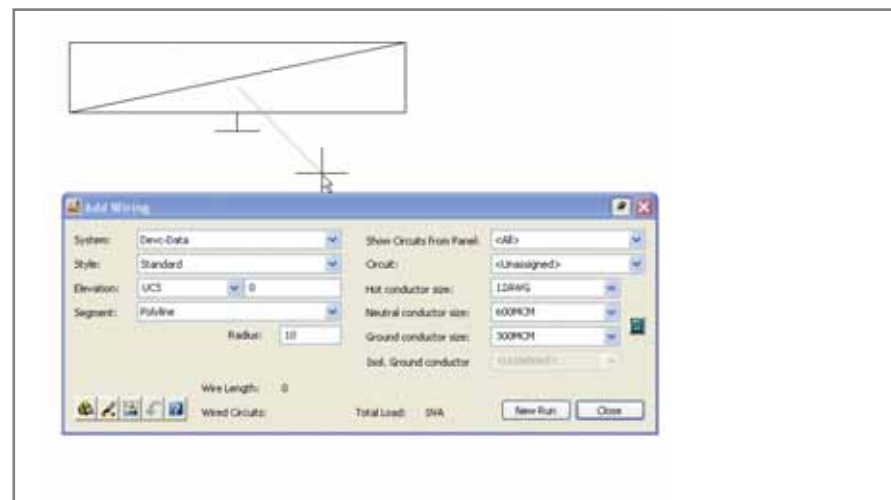

Рис. 13
- Шаг 3 — добавляем порты подключения (connectors) для автоматического подключения проводов (рис. 13).